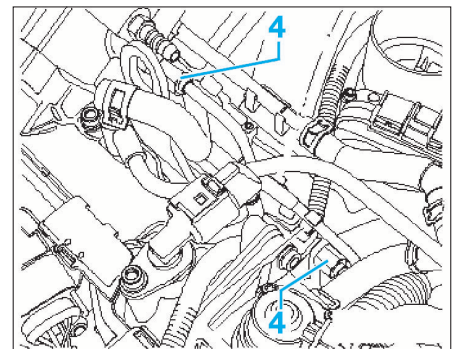

FIG. 37
• Desserrer le raccord (4) afin de déposer le tuyau haute pression (Fig.37).